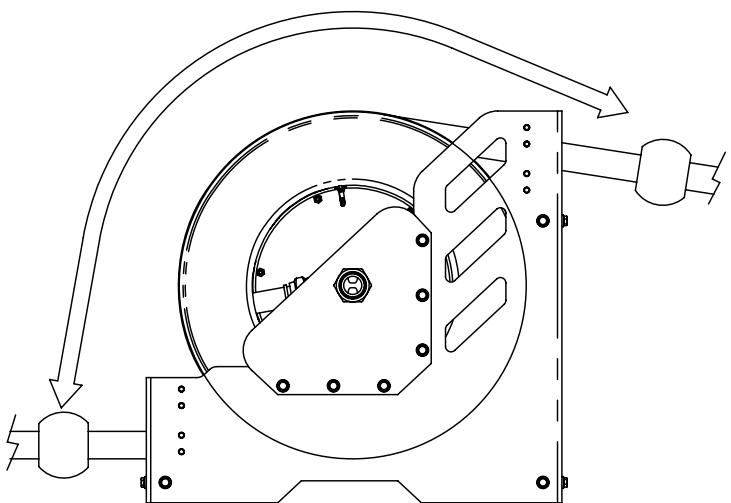

Fig. 2
4. Orientate the hose (it is not necessary to disassemble the hose stopper) towards the new hose outlet position. To do this, grab firmly the hose, unlatch the spool and turn it until the hose reach its new position (fig. 2). Then, latch the spool again, at the nearest position.
4. Oriente la manguera (no es necesario que desmonte el tope de manguera) hacia la nueva posición de la salida, para ello, sujeté firmemente la manguera, libere el tambor del trinquete, y gírello hasta que la manguera apunte hacia su nueva posición de salida (fig. 2). Bloquee el tambor de nuevo en la posición de trincado más próxima.